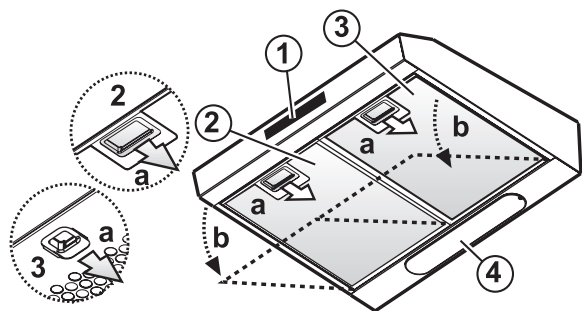

Fig. 1
2. Abra a grelha de aspiração ou retire o filtro de gordura auto-portador (com base no modelo adquirido). **Fig. 1 (a-b).**
2. Abra a grelha de aspiração ou retire o filtro de gordura auto-portador (neste último caso, lave imediatamente o filtro). **Fig. 1 (a-b).**